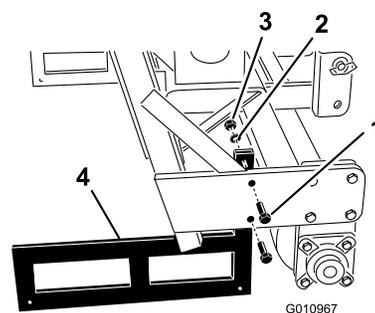

図 26
2. 保管用スタンドとエアレータとを接続しているボルトとナットを取り外す (図 26)。